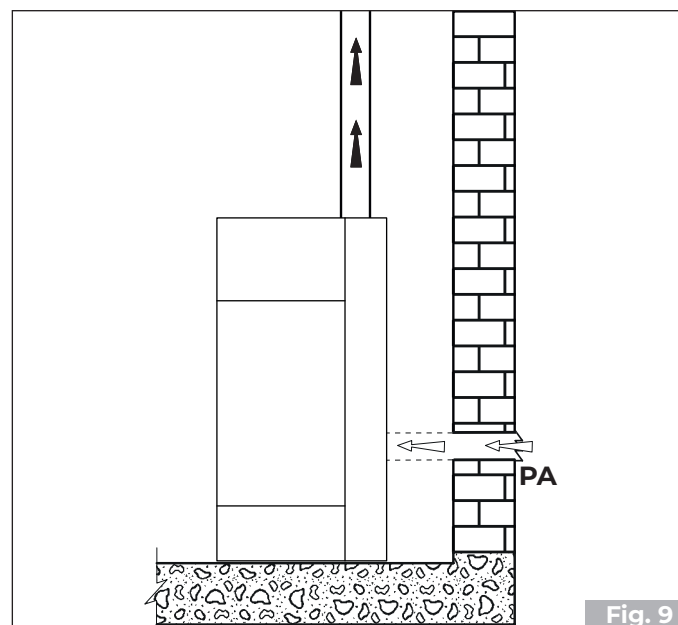

Fig. 9
- provenire dall'ambiente di installazione o da adeguati locali attigui (**Fig. 9**)
Realizzare la presa d'aria sulla parete (**Fig. 9 - PA = Presa d'Aria**), e lasciare che l'apparecchio sia libero di prelevare aria in ambiente avendo cura di collegare sul tubo di ingresso dell'aria il tratto di tubo corrugato, qualora venga fornito, fissandolo con la fascetta e piegandolo leggermente verso il basso al fine di prevenire eventuali effetti di risonanza.